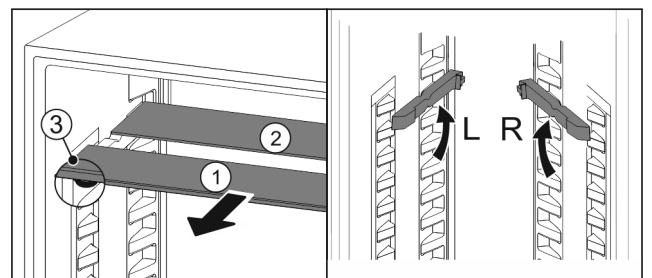

Fig. 87
- ▶ Extrageți Fig. 87 (1) pe rând plăcile de sticlă spre înainte.
- ▷ Placa de sticlă Fig. 87 (1) cu șipca decorativă se află în față.
- ▷ Opritoarele Fig. 87 (3) indică în jos.